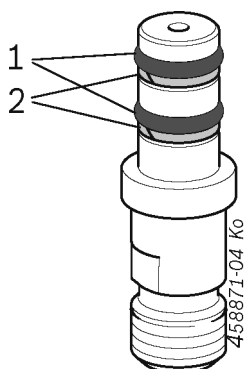

Рис. 12. Соединительный элемент
6. Замените оба уплотнительных кольца (рис. 12, поз. 1) и оба опорных кольца (рис. 12, поз. 2).